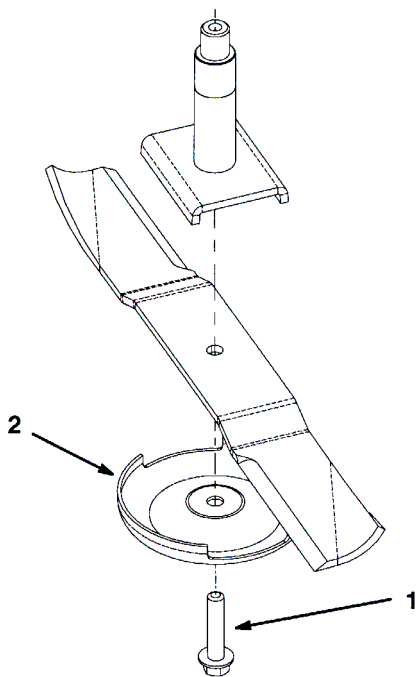

図30
2. ぼろきれや厚いパッドの入った手袋を使ってブレードの端部をしっかりと握る。スピンドルのシャフトからブレード・ボルト、芝刈り防止カップ、ブレードを取り外す(図30)。